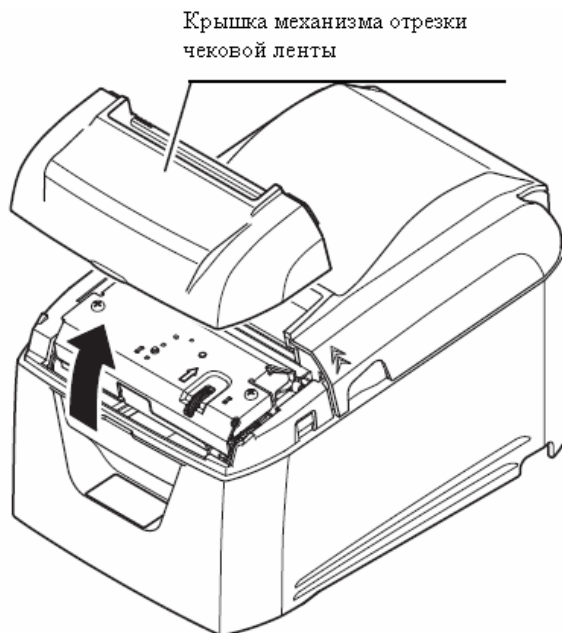

Рисунок 2.3
- 1 Поднять крышку ножа механизма отрезки чековой ленты (рисунок 2.3).